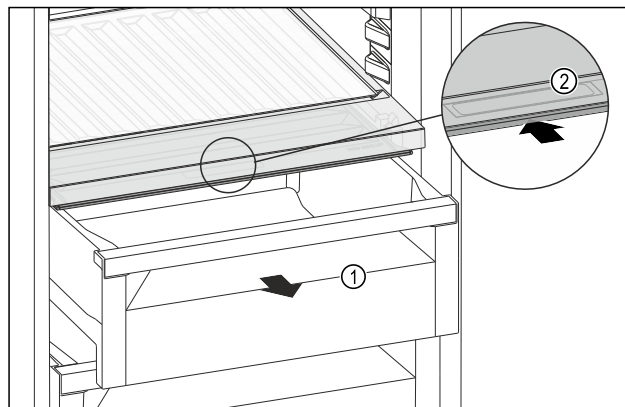

Fig. 229
- ▶ Витягніть висувний ящик Fig. 229 (1).